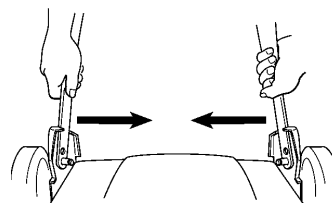

Figure 43
1. Pincer vers l'intérieur le bas des deux branches du mancheron inférieur, et faire glisser le mancheron au-delà des butées des supports (Fig. 43).